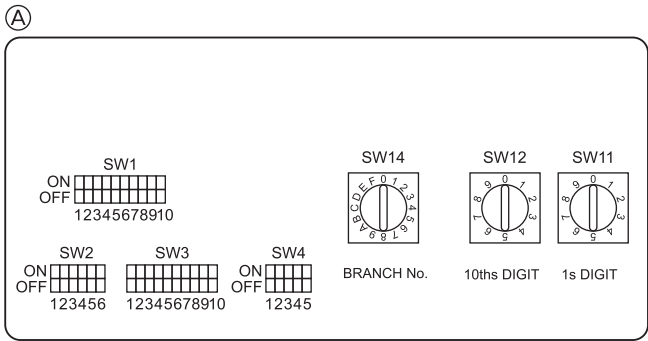

Fig. 5-4
5.5. Configuración de las direcciones (Fig. 5-4)
5.6. Determinación de la temperatura ambiente con el sensor incorporado en un mando a distancia (Fig. 5-4)